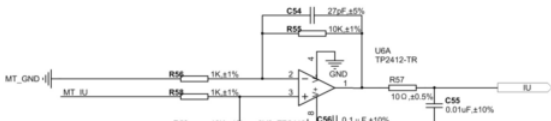

图1.1 极对数测试
极对数的测量过程（极对数 = 极数/2），以图1.1的无人机电机测试过程为例说明。
3) 旋转电机，感觉电机是否有明显的阻抗力，否则增加电流，如图1.1所示电机需要600mA电流才明显感觉电机有阻抗力。